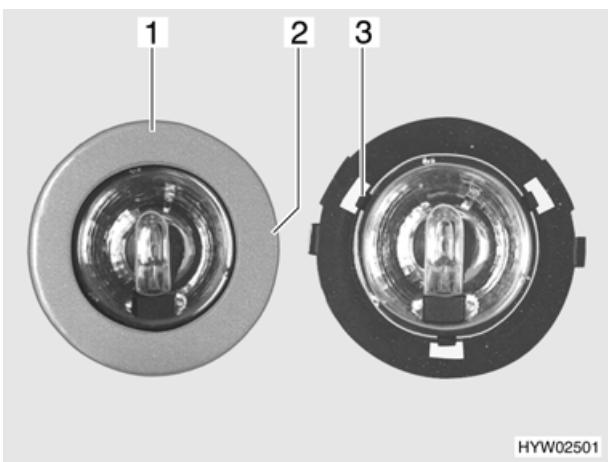

Bild 104 Toilettenraumleuchte
- Langsam die Blende (Bild 104,1) drehen, bis die Nase (Bild 104,2) des Gehäuses in der darunter liegenden Blendennut einrastet.
- 3 Klemmen (Bild 104,3) halten die Glasscheibe der Halogenleuchte im Gehäuse. Eine der 3 Klemmen zur Seite drücken.